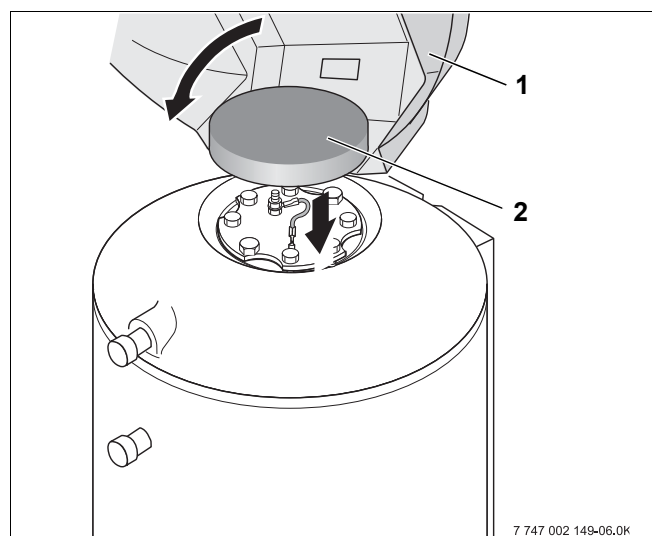

Рис. 19 Монтаж облицовки
- Установить теплоизоляционный элемент (рис. 19, **поз. 2**) на крышку люка.
- Установить крышку (рис. 19, **поз. 1**) на бак и привинтить по бокам 4 болтами.